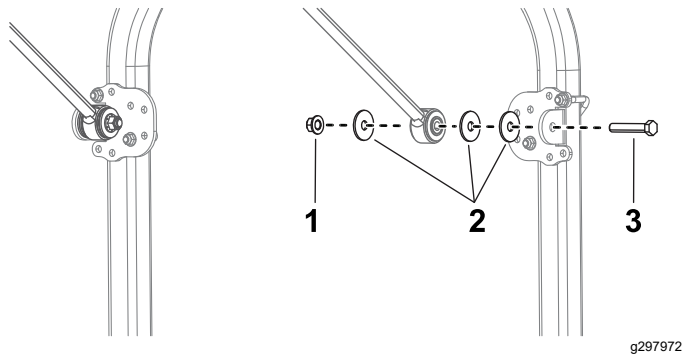

Figure 12
11. De chaque côté de la machine, fixez légèrement un support à chaque renfort à l'aide d'un boulon ($\frac{1}{2}$ " x $2\frac{3}{4}$ "), de 3 grandes rondelles et d'un écrou à embase ($\frac{1}{2}$ "), comme montré à la Figure 12.